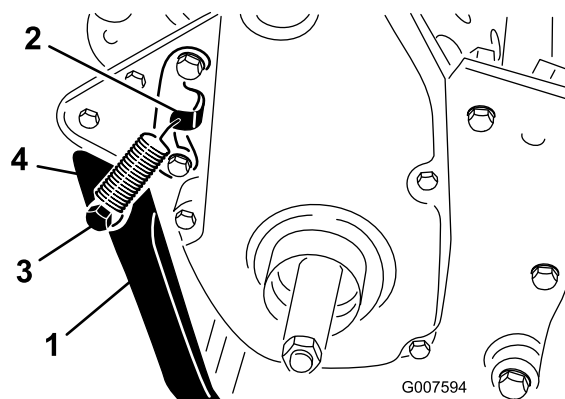

Bild 6
Ständer mit den Befestigungslochern am Hinterrahmen aus (Bild 6).
3. Montieren Sie den Ständer an jeder Seite des Rahmens mit einer Schraube, einem Distanzstück, einer Flachscheibe und Sicherungsmutter (Bild 6).